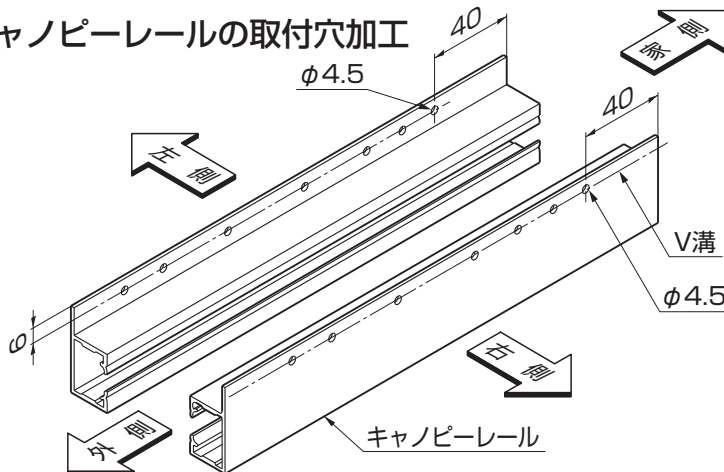

図3-2
①図3-2のように家側端から40mm、及び表3-2を参照して、キャノピーレールに同じ間隔で、V溝にφ4.5の穴をあけてください。